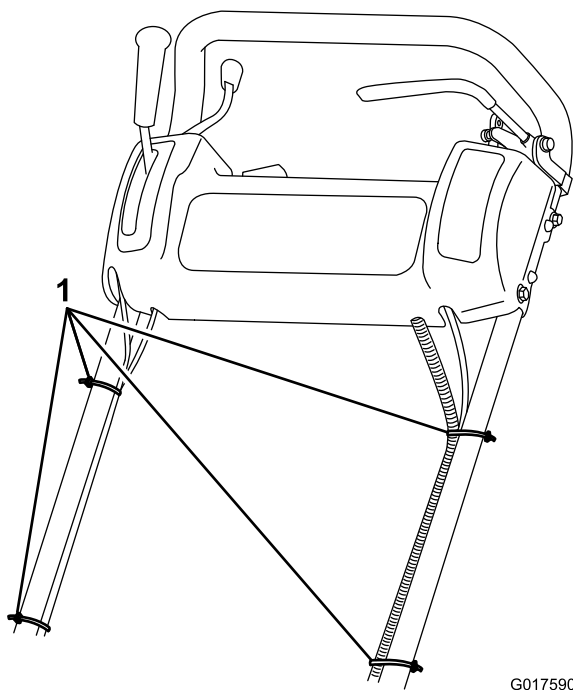

Figura 5
7. Prenda os cabos e cablagem à pega com as braçadeiras (Figura 5).